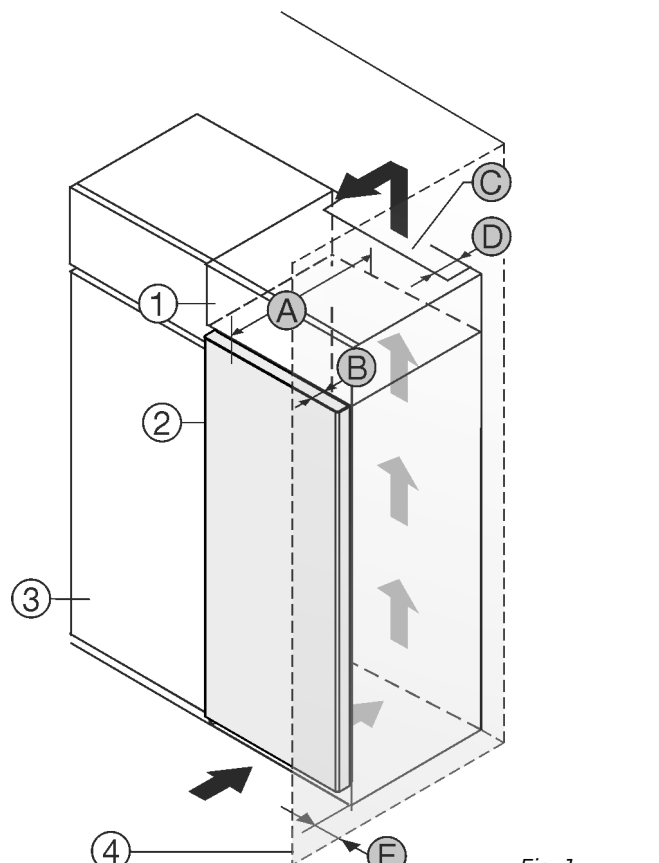

Fig. 1
Příklad nainstalujte přímo vedle kuchyňské skříňky Fig. 1 (3).
Na zadní straně nastavné skříňky musí být větrací šachta hluboká Fig. 1 (D) přes celou šířku nastavné skříňky.
Pod stropem místnosti musí být dodržen ventilační průřez Fig. 1 (C).
Když se přístroj instaluje závěsy vedle stěny Fig. 1 (4), musí být vzdálenost mezi přístrojem a stěnou minimálně 13 mm.
Když se přístroj instaluje závěsy vedle stěny Fig. 1 (4), musí být vzdálenost mezi přístrojem a stěnou minimálně 20 mm.
Aby bylo možné dvířka plně otevřít, musí přístroj přesahovat o hloubku dvířek Fig. 1 (B) vůči přední linii kuchyňské skříňky. V závislosti na hloubce kuchyňských skříňek Fig. 1 (3) a použití vymezočů odstup od stěny může přístroj vyčnívat dále.